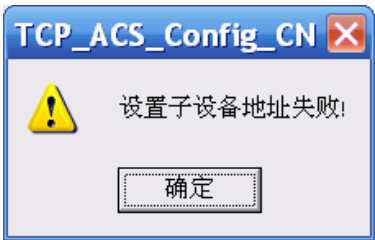

图 3.2 设置控制器参数出错提示
- (1) 把运行本软件的电脑的 IP 地址修改为“192.168.0.xxx”，但不要与事件服务器的 IP 地址（默认为 192.168.0.210）相同。
- (2) 输入与 MJS-800XIO 相连的事件服务器 MJS-800ES 的 IP 地址（默认为 192.168.0.210）和通信密码（默认为 88888888）。
- (3) 产品型号选择“MJS-800XIO”，勾上 16 进制选项 ☒ 16进制。
- (4) 从控制器上的 ID 号标签获取此控制器的 ID 号，ID 号共 4 组数字，每个数字以空格相隔，如“0A 00 00 00”或“0A 00 00 A5”等，把此 ID 号输入“ID 输入框”中。
- (5) 在“参数框”中输入控制器的新地址，范围为 1—8。因为控制器出厂时的通信地址均默认为 1，如事件服务器同时连接有多个未设置过地址的控制器，则当前所设地址需从 2 或以上开始，否则由于多个控制器地址相同（同为 1）而发生通信冲突，造成软件会提示设置失败。
- (6) 点击  按钮，设置ID号对应控制器的通信地址为新地址，如设置成功则电脑会短鸣一声；如失败则会弹出如图 3.2所示的出错提示，这时请检查输入的控制器ID号是否正确？